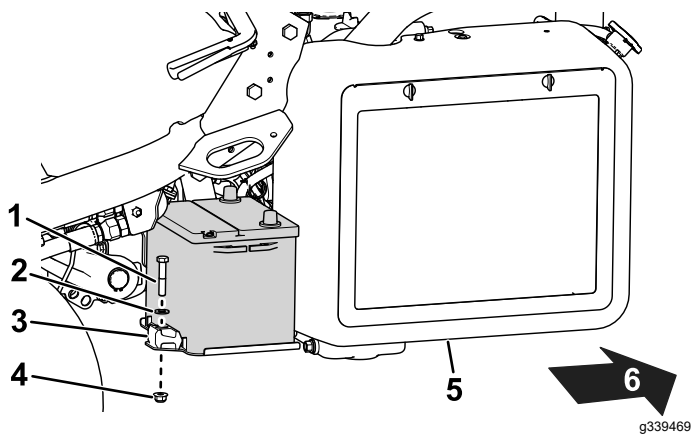

Figura 48
2. Retire las fijaciones que sujetan la batería a la bandeja (Figura 48) y levante la batería para sacarla.
- Coloque la batería en la bandeja y sujétela con las varillas y las fijaciones que retiró anteriormente (Figura 48).